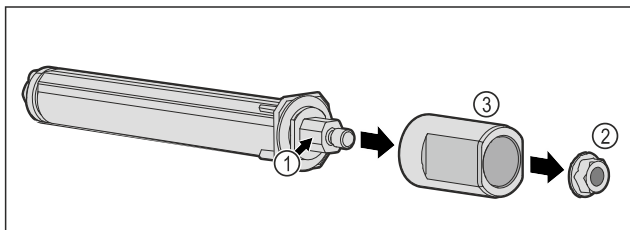

Fig. 58
- Ärge võtke ukse sulgemissüsteemi lahti Fig. 58 (1).
- Eemaldage mutter Fig. 58 (2).
- Võtke hülss Fig. 58 (3) maha.